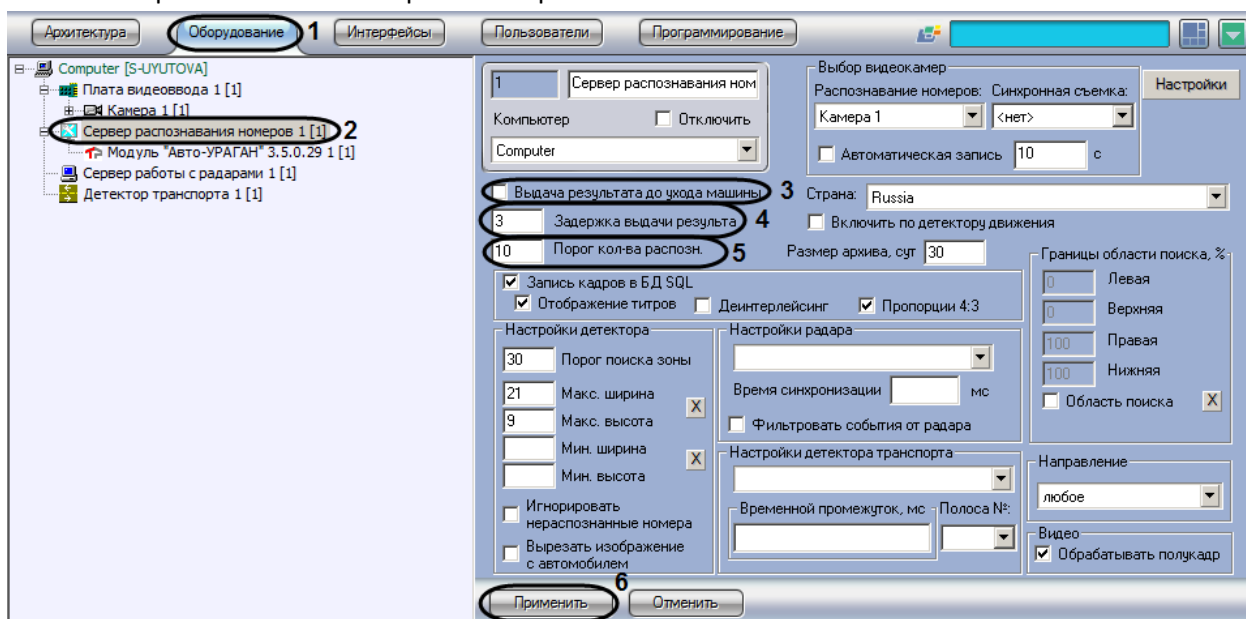

Рис. 7.2—17. Выбор параметров обработки номерного знака
1. В диалоговом окне «Настройка системы» перейти на вкладку «Оборудование» (Рис. 7.2—17, 1).
2. В дереве объектов на вкладке «Оборудование» выбрать объект «Сервер распознавания номеров», соответствующий активированному программному модулю «Авто-УРАГАН 3.5.0.29» или «VIT» (см. раздел «Активация программного модуля, используемого для распознавания номеров», Рис. 7.2—17, 2). В правой части вкладки «Оборудование» отобразится панель настройки выбранного объекта.
3. Установить флажок «Выдача результата до ухода машины» (см. Рис. 7.2—17, 3). В том случае, если флажок «Выдача результата до ухода машины» установлен, результат выдается до реального ухода машины из кадра (номера данной машины из границ поиска номерного знака). В противном случае, окончательный результат выдается только после реального ухода машины из кадра.
4. Задать параметр «Задержка выдачи результата» (секунды) (см. Рис. 7.2—17, 4). В том случае, если данный параметр задан, результат распознавания будет выдаваться сразу после того, как пройдет промежуток времени, заданный данным параметром. Данный промежуток времени начинает отсчитываться после первого распознавания номерного знака.
Примечание. Данный параметр используется только при установленном флажке «Выдача результата до ухода машины» (см. Рис. 7.2—17, 3).
5. Задать параметр «Порог кол-ва распозн.» (см. Рис. 7.2—17, 5). В том случае, если данный параметр задан, результат распознавания будет выдаваться сразу после того, как количество надежных распознаваний номерного знака превысит значение данного параметра. Счетчик количества распознаваний является накопительным и не сбрасывается в случае временных потерь данной зоны или неправильных распознаваний.
Примечание. Данный параметр используется только при установленном флажке «Выдача результатов до ухода машины» (см. Рис. 7.2—17, 3).